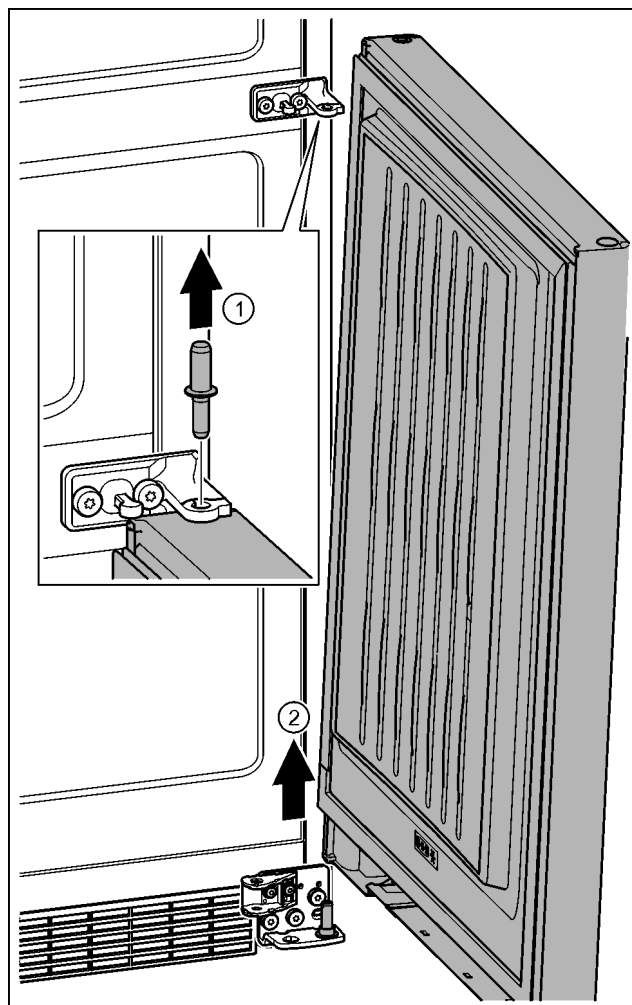

Fig. 27
- ▶ Čap vytiahnite nahor. Fig. 27 (1)
- ▶ Dvere vyklopte von, nadvihnite smerom hore a odložte nabok. Fig. 27 (2)